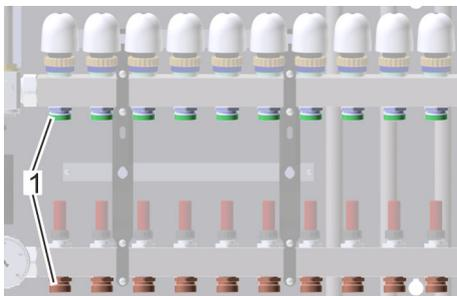

Abb. 86: Gewinde Heizungsverteiler
5. ➤ Gewinde der Leitungen der Fußbodenheizung (Abb. 86/1) lösen.